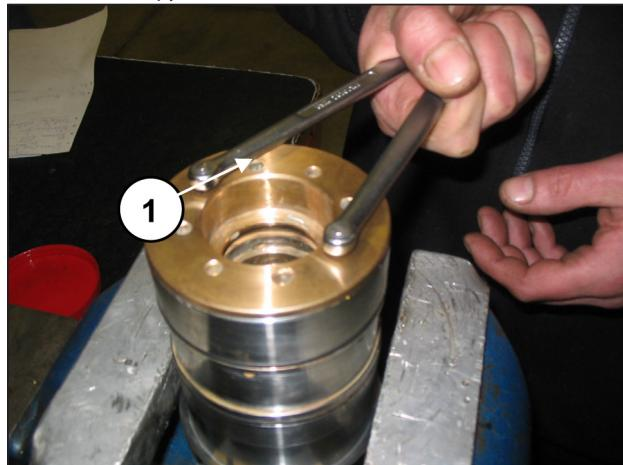

Рис. 169
Отделите опору уплотнений от рубашки с помощью регулируемого вилочного ключа с круглыми накладками Ø5 (поз. ①, Рис. 169), имеющегося в свободной продаже, и вывинтите опору до полного ее извлечения (поз. ②, Рис. 170).